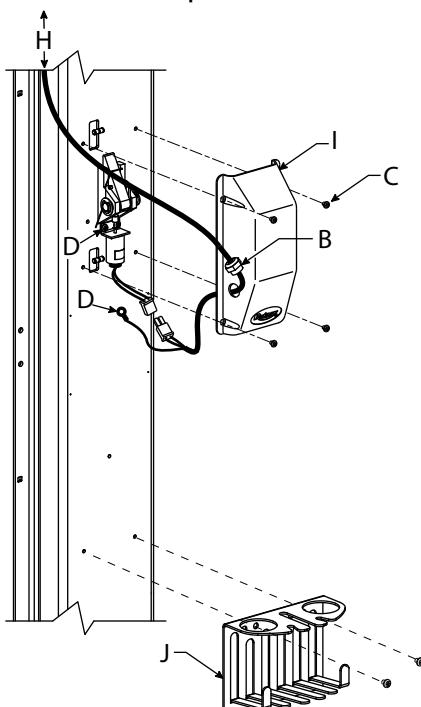
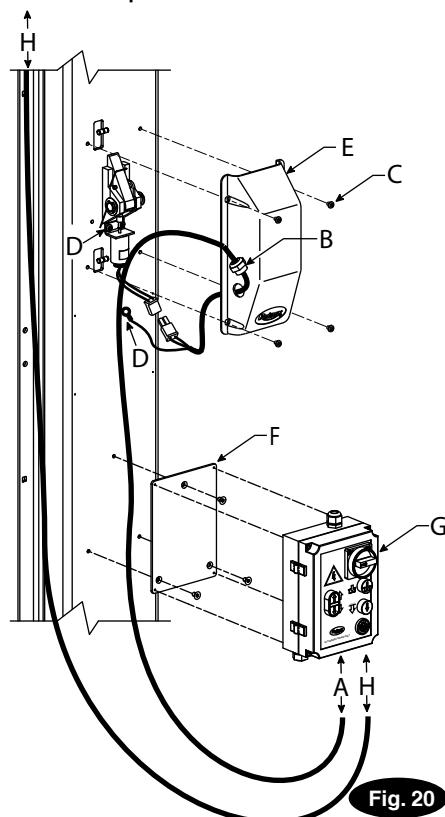

Fig. 19
Fig. 20
- A) Rimuovere il coperchio della puleggia, Fig. 19.
Installare i coperchi della chiusura, il portautensili e la scatola di comando, Fig. 19 e 20.
Fig. 19 e Fig. 20 Dettaglio